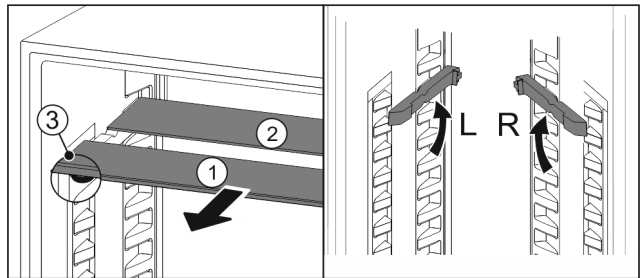

Fig. 82
- Glasplatten einzeln nach vorne herausziehen Fig. 82 (1).
- Glasplatte Fig. 82 (1) mit Zierleiste liegt vorne.
- Stopps Fig. 82 (3) zeigen nach unten.